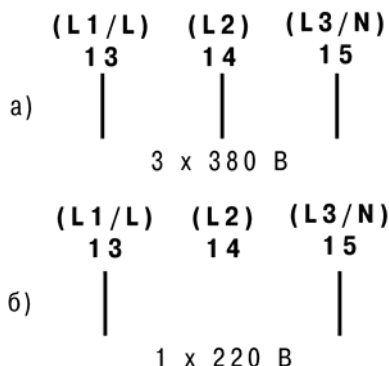

Рисунок 5.2 – Трехфазное (а) и однофазное (б) проводные соединения (для однофазного соединения клемма 14 (L2) – заглушена)
5.2.2.1 При использовании трехфазного соединения следует подключить провода ко всем трем клеммам. При однофазном соединении провода следует подключить к клеммам 13 (L1/L) и 15 (L3/N) (см. рисунок 5.2).